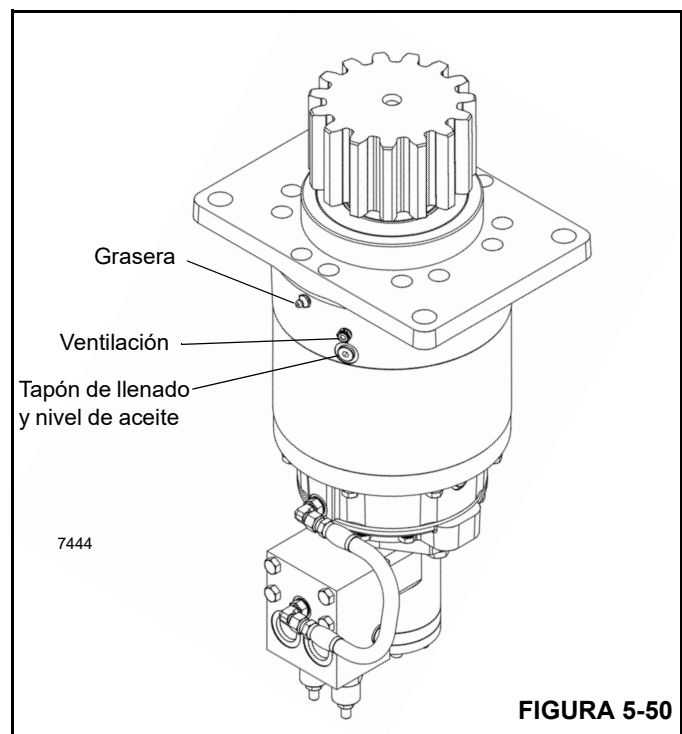

FIGURA 5-50
1. Limpie la zona alrededor de los tapones de vaciado, revisión y llenado del mecanismo de giro (Figura 5-50).